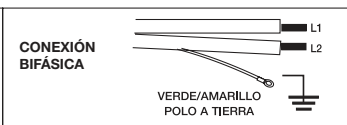

Fig. 13
- Conecte los cables terminales de la cocina como se indica en la fig. 13, utilizando cables y medios de desconexión al alambrado, especificado en el código eléctrico nacional.